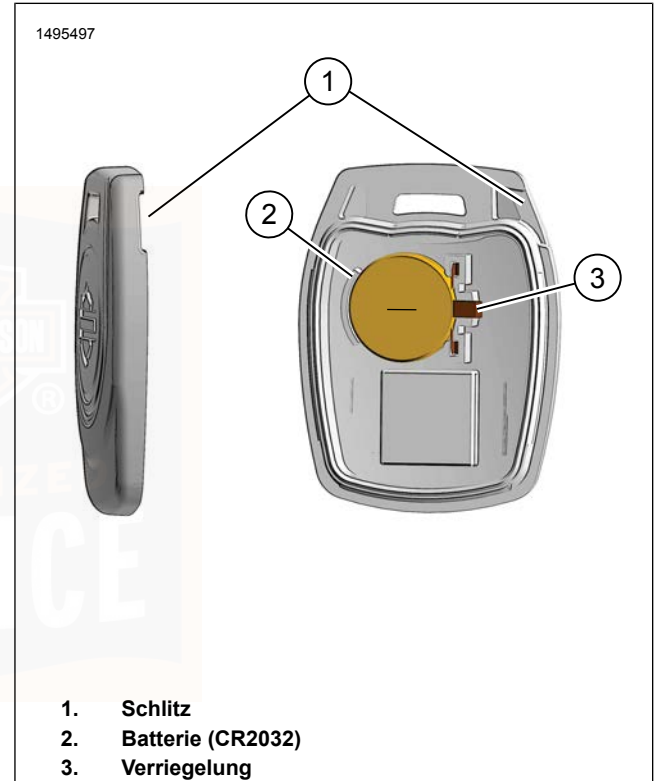

Abbildung 16. Schlüsselanhängerbatterie austauschen
- *Siehe Abbildung 16. Die Seriennummer auf dem Schlüsselanhänger befindet sich auch auf der Innenseite des Schlüsselanhängers.*
1. Siehe Abbildung 16. Zum Öffnen des Schlüsselanhängers den Schlitz (1) mit einem dünnen Gegenstand drehen.
2. Die Batterie (2) herausnehmen und gemäß den örtlichen Bestimmungen entsorgen.